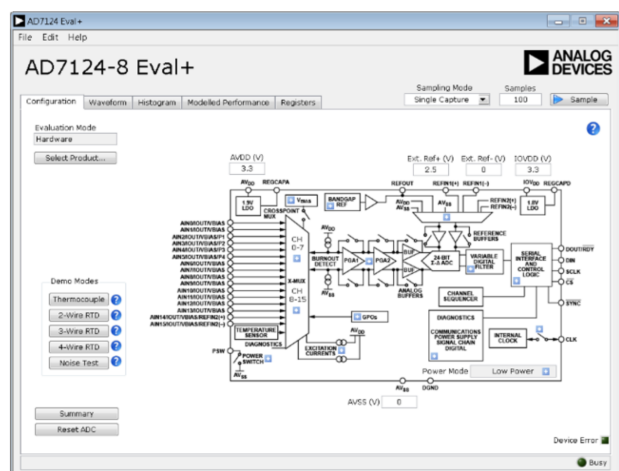

図 33. AD7124_Eval+ソフトウェアのウィンドウ
8. 評価用ボードを選択すると、図 33 のウィンドウが表示されます。AD7124-4/AD7124-8 を 2 線式、3 線式、または 4 線式の RTD 測定用に設定するには、**2-WIRE RTD**、**3-WIRE RTD**、または **4-WIRE RTD Demo Modes** ボタンをクリックします (図 33 参照)。